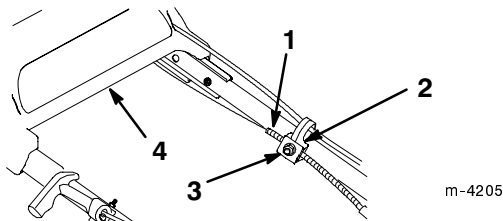

Bild 21
3. Lockern Sie die Mutter am Bowdenzug (Bild 21).
6. Bewegen Sie die Schalteiste zurück in Richtung des Griffes, um das Spiel aus dem Zug zu beseitigen (Bild 21).
7. Lockern Sie das Antriebsteil, während Sie den Bowdenzugmantel nach unten halten und ziehen die Mutter an der Zugstütze fest (Bild 21).